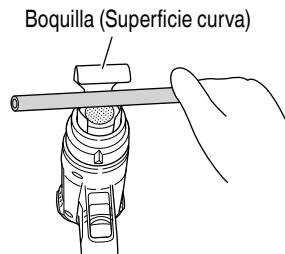

Fig. 16
**4. Formación de tubos de resina (Fig. 16)**